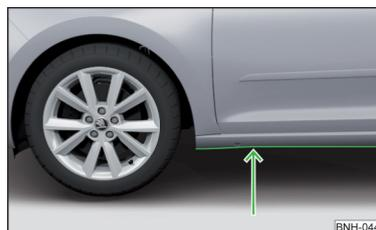

Fig. 108
- Avant de franchir une nappe d'eau, déterminez la profondeur de l'eau. Le niveau de l'eau ne doit pas dépasser le longeron inférieur » fig. 108.